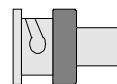

Bild 2: Nullstecker
- ein Nullstecker (Kurzschlußstecker, Bild2)